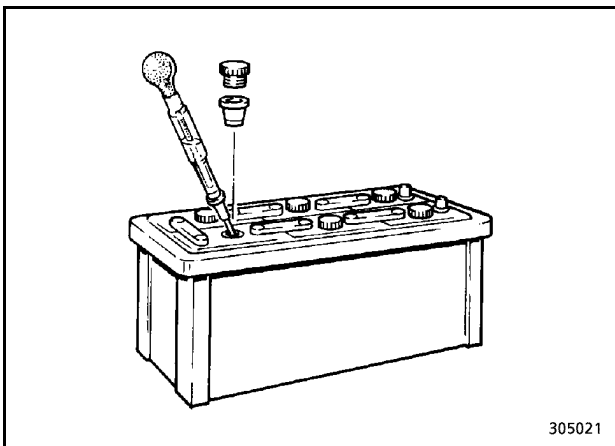

Fig. 3-19:
- Die Verschlußkappen abschrauben (Fig. 3-19:).
- Die Verschlußkappen der Batterie abschrauben (Fig. 3-19:).
- Die Säuredichte der Batterie mit einem handelsüblichen Prüfgerät (Fig. 3-19:) messen. Die Säuredichte steht in direktem Zusammenhang mit dem Ladezustand der Batterie.